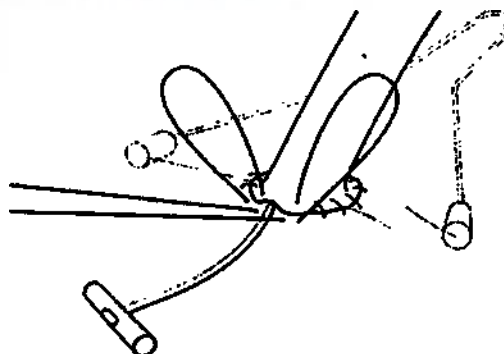

Рисунок 19.
- 9.3. Во время фиксации стержня закупорки отрезать один конец страховочного ремешка и извлечь пружину натяжения с остатками страховочного ремешка (рисунок 19).